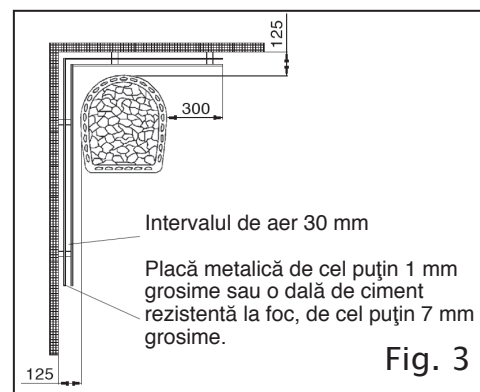

Fig. 3
3. Distanța de siguranță care este indicată în punctul 2, poate fi micșorată în jumătate (pînă la 125 mm), dacă se va utiliza izolație dublă, care poate fi efectuată din două foi, cum e indicat în punctul 2. Între foi și suprafața de izolare a peretelui trebuie să fie lăsat un spațiu de cel puțin 30 mm. Izolația nu trebuie să aibă contact cu pardoseaua sau cu tavanul. (Vezi fig. 3).